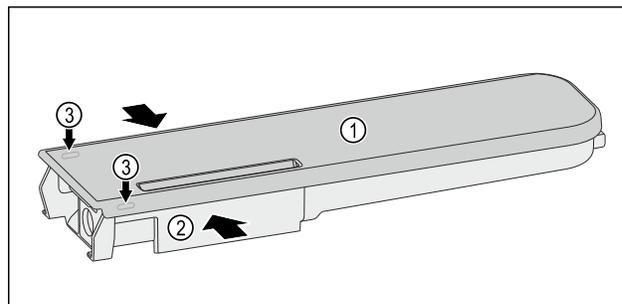

Fig. 117
- ▶ Presser le réservoir d'eau Fig. 117 (2) et faire levier pour lever précautionneusement le couvercle Fig. 117 (1) par les ergots Fig. 117 (3).
- Faire légèrement bouger le couvercle Fig. 117 (1) de l'avant vers l'arrière puis le retirer par le haut.